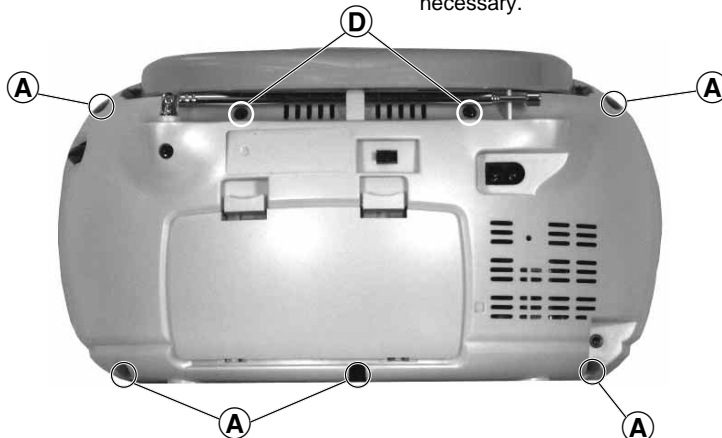

Fig. 1
- 5 Schrauben **A** herausdrehen (Fig. 1).
- 2 Schrauben **D** (Fig. 1) herausdrehen.
- Undo 5 screws **A** (Fig. 1).
- Undo 2 screws **D** (Fig. 1).